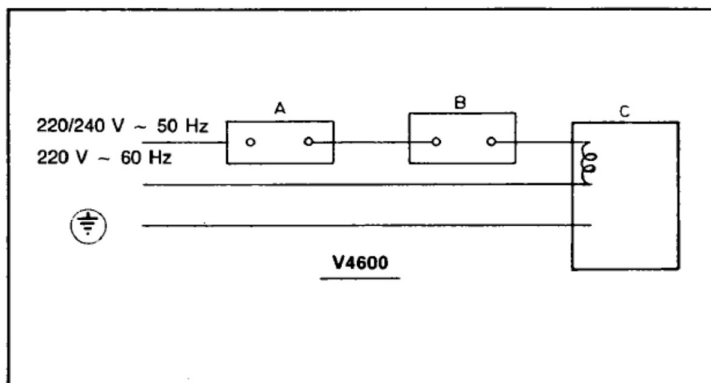

FIG. 1
4. Følg instruktionen. Hvis en sådan ikke findes, se fig. 1 og 2 typisk el-diagram.